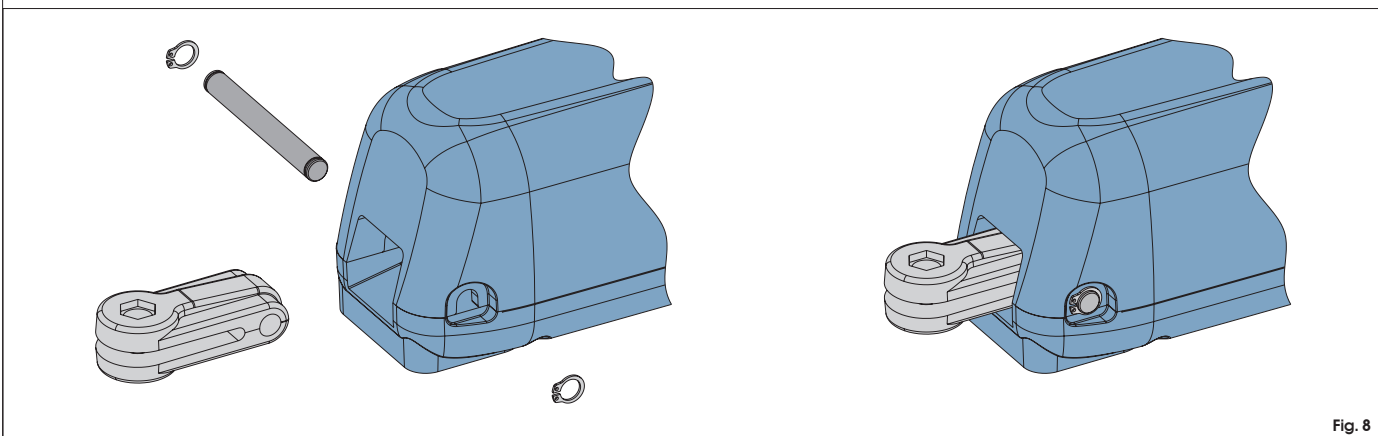

Fig. 8
2) Ensamble el empalme posterior al operador como se indica en la Fig.8.